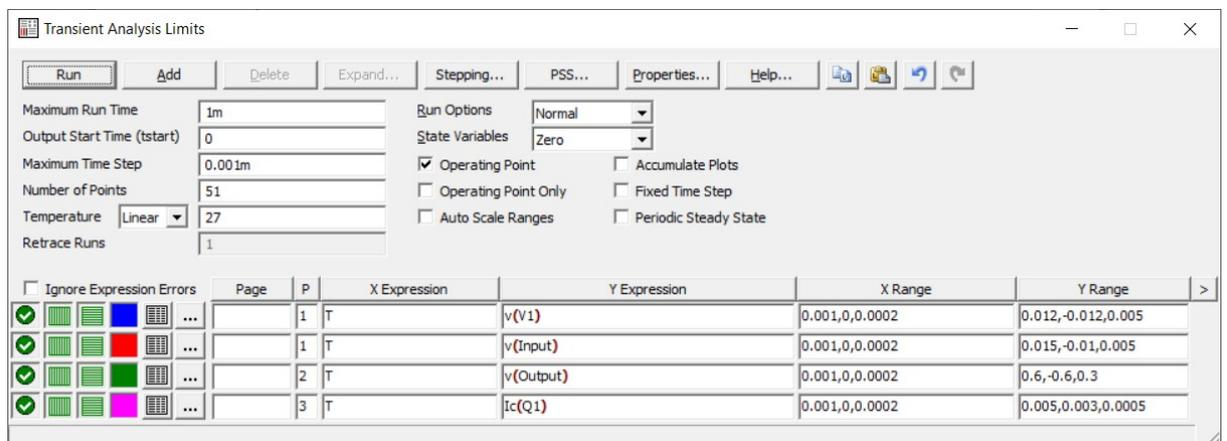

Рисунок 15 – Скриншот диалогового окна Transient Analysis Limits с заданными параметрами расчета переходных процессов на входе и выходе каскада
2) сочетанием клавиш Alt+1 открыто диалоговое окно Transient Analysis Limits (рисунок 15);